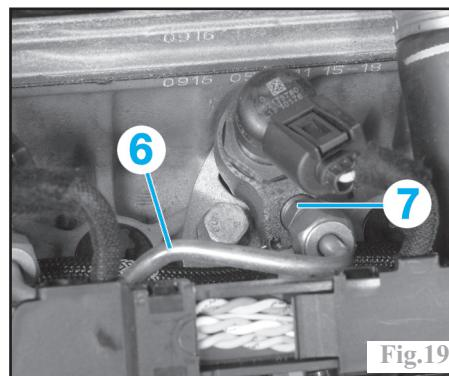

Fig.19
-la canalisation d'alimentation pompe haute pression/rampe d'injection (7) en maintenant le raccord en sortie de pompe.
-les canalisations rampe d'injection/injecteurs (6) en maintenant le raccord (7) des injecteurs (Fig.19).